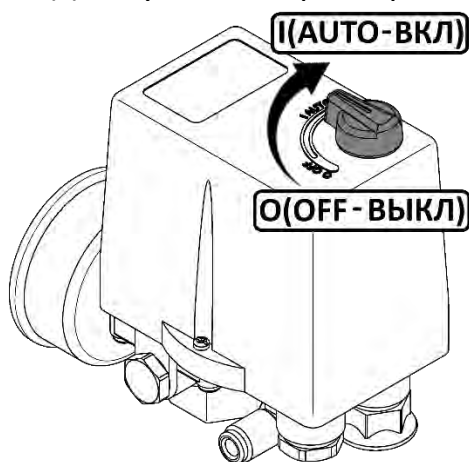

Рисунок 4
- Проверьте, чтобы выключатель на реле давления находился в выключенном положении «O» (рисунок 4).
- Выключить компрессор выключателем **3** на реле давления (рисунки 5-6). Для этого необходимо переключить выключатель в положение «**О**» (рисунок 4). После этого остановится двигатель и произойдет сброс давления из нагнетательного воздухопровода и поршневого блока.
- Переключите выключатель **3** на реле давления в положение «**0**» (рисунок 4).